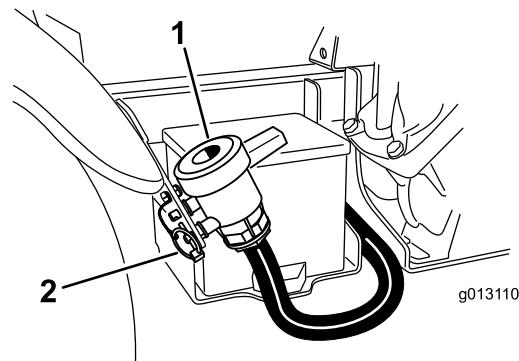

Figura 27
2. Localice la válvula de vaciado del depósito, situada en el lado derecho de la máquina (Figura 27). La válvula está en el soporte del guardabarros junto a la batería.